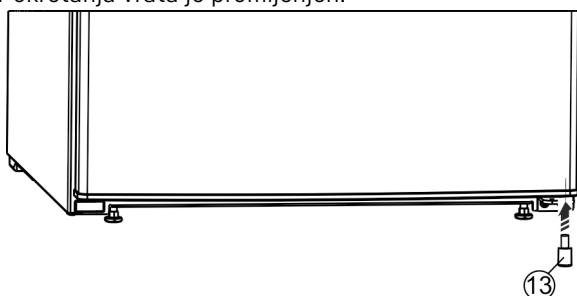

Fig. 26 \*
- Razmačnik Fig. 26 (13) ponovno umetnite desno dolje u vrata jer je on važan za stabilnost uređaja.\*